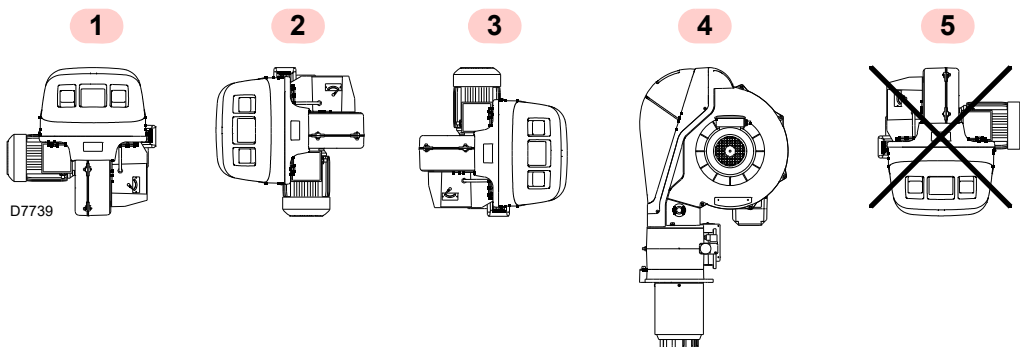

Fig. 10
- Brænderen er udelukkende designet til drift i positionerne **1, 2, 3 og 4** (Fig. 10).